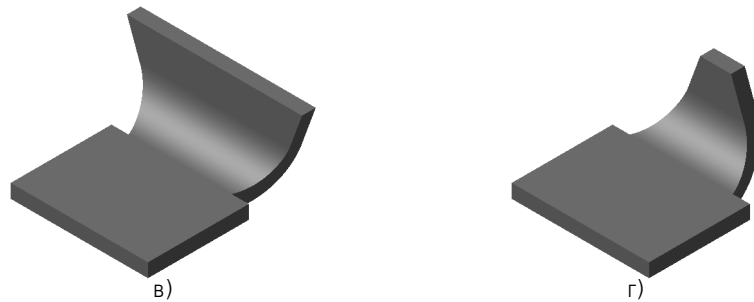

Рис. 108.15. Управление боковыми сторонами сгиба:
- ▼ задание угла на сгибе и/или уклона боковых сторон продолжения сгиба (рис. 108.15).
Рис. 108.15. Управление боковыми сторонами сгиба: а) углы на сгибе, б) уклон боковых сторон продолжения сгиба, в), г) углы на сгибе и уклон боковых сторон продолжения